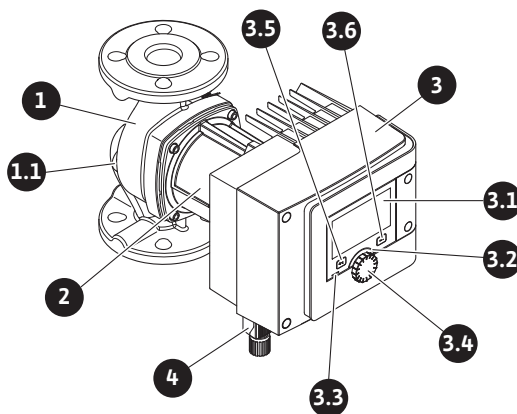

Fig. 1: Aperçu d'une pompe simple
Un module de régulation (Fig. 1/2, pos. 3), situé sur le carter de moteur, permet de réguler la pompe et d'établir les interfaces. Selon l'application ou la fonction de régulation sélectionnée, la régulation concernera la vitesse de rotation, la pression différentielle, la température ou le débit.